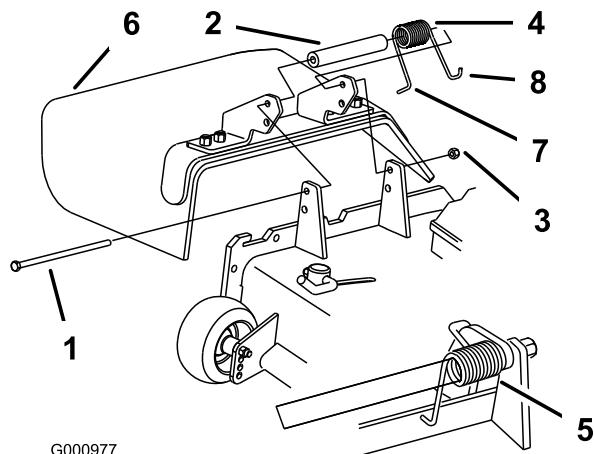

Bild 38
1. Entfernen Sie die Sicherungsmutter, Schraube, Feder und das Distanzstück, mit denen das Ablenkblech an den Drehhalterungen befestigt ist (Bild 38). Entfernen Sie defekte oder abgenutzte Ablenkbleche.
3. Setzen Sie die Schraube und Mutter ein. Führen Sie das J-förmige Hakenende der Feder um das Ablenkblech (Bild 38).